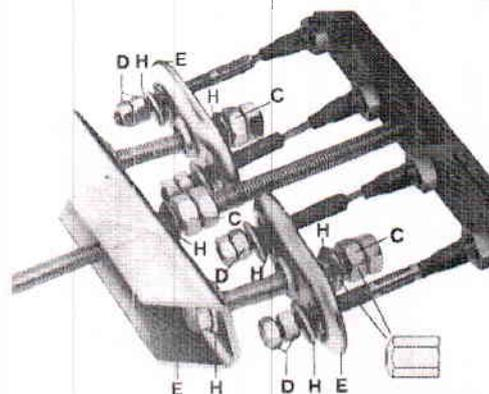

Рис. 7
- c) Выполните пункт *b)* для двойных (тандемных) осей (рис. 7)